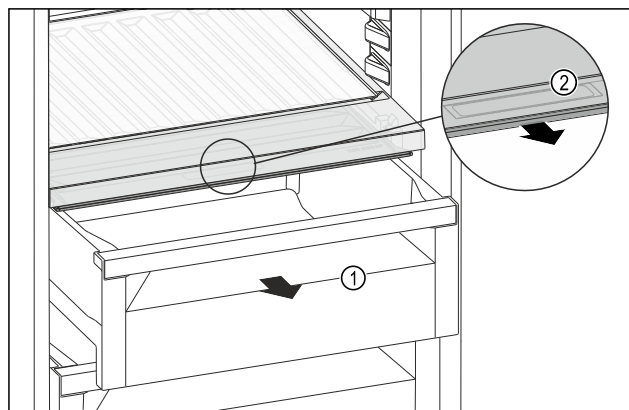

Fig. 262
- Dra ut utdragslådan Fig. 262 (1).
- Ta tag i fördjupningen Fig. 262 (2) på facklocket och dra samtidigt facklocket framåt.